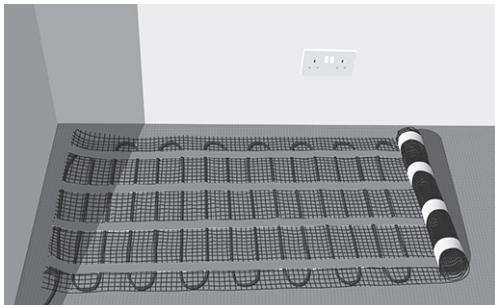
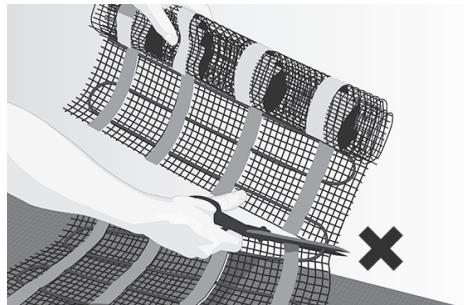
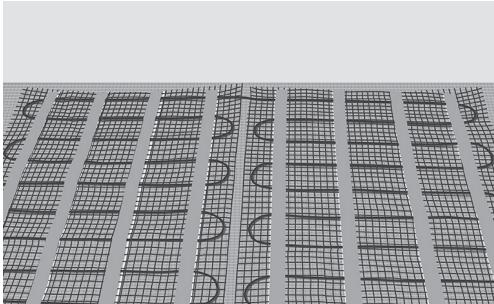

Fig. 4. Rull ut matten
Fig. 5. Klipp og snu matten uten å skade kabelen
Fig. 6. Golv dekket av matte
8. Rull matten ut på gulvet med nettsiden opp til du kommer til veggen eller til en hindring (Fig. 4). Klipp og snu matten for å fortsette å legge den. Ikke kutt kabelen (Fig. 5). Gjenta dette til du har dekket gulvet (Fig. 6).